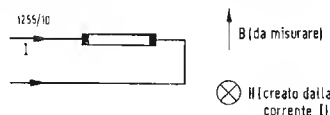

Fig. 6 - Realizzazione di un magnetometro di precisione.
4) Effetti termoelettrici parassiti [1]. Contemporaneamente alla d.d.p.  $U$  ai capi degli elettrodi di Hall si manifesterà una differenza di temperatura (effetto Ettingshausen) fig. 6.